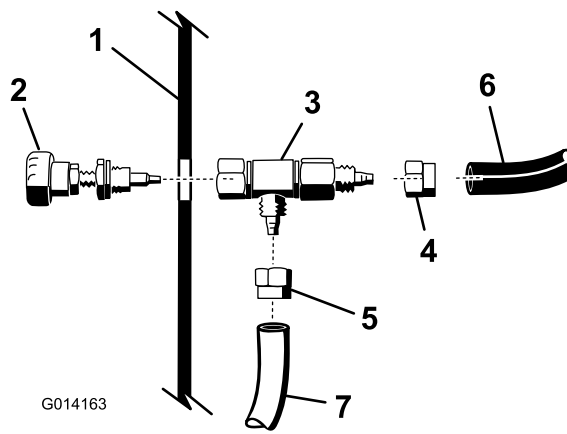

図 4
5. 図 4に示すように、ノブをT字フィッティングに固定しているナットをゆるめる。
6. 泡ホースからダッシュボード下まできている青色と透明のチューブを、図 4 のように制御バルブに接続する。